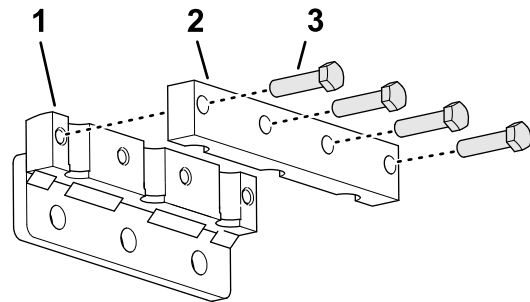

Figure 40
1. Fixez légèrement le serre-louchets sur le porte-louchets (Figure 40) à l'aide de 4 boulons ( $\frac{3}{8}$ " x  $1\frac{1}{2}$ "). Ne serrez pas les vis.